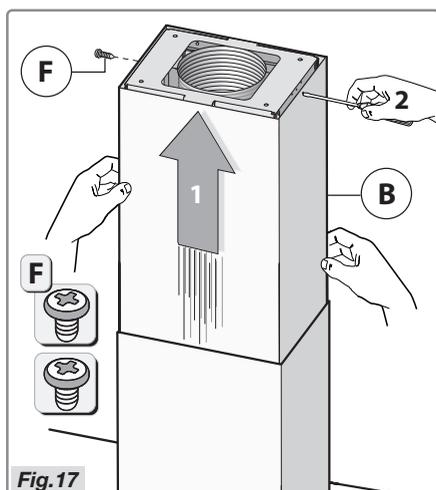

Fig. 17
- Raccordez la tige **B** à la plaque du plafond à l'aide des deux vis **F** (Fig. 17).